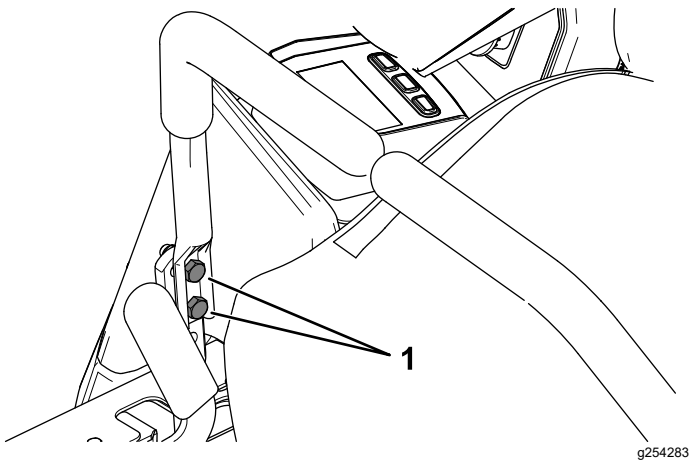

Figura 57
8. Si es necesario alinearlas, afloje los 2 pernos de montaje de la palanca de control de movimiento del lado que está mal alineado (Figura 57).
10. Apriete los 2 pernos de montaje de la palanca de control de movimiento (Figura 57).